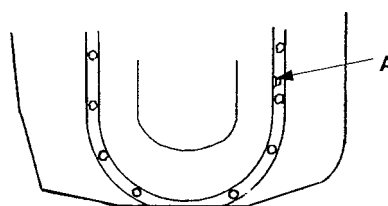

Fig. 3
2. Ist das Getriebeöl bis zur Markierung des Meßstabes(A) (Abb. 3) eingefüllt Benötigt werden 1 l.